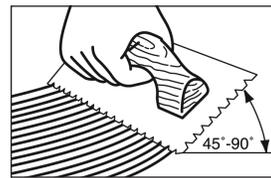

Figure 11
- Tenez fermement la truelle à un angle de 45° (Figure 11) contre le plancher brut afin d'obtenir un taux d'étalement de 4 à 5,5 m² (50 à 60 pi²) par gallon de Summit (étalez avec la truelle Tout-en-un Summit incluse) ou la truelle d'un autre fabricant d'adhésif. Pour obtenir des instructions d'application additionnelles, suivez les recommandations figurant sur le contenant de l'adhésif.